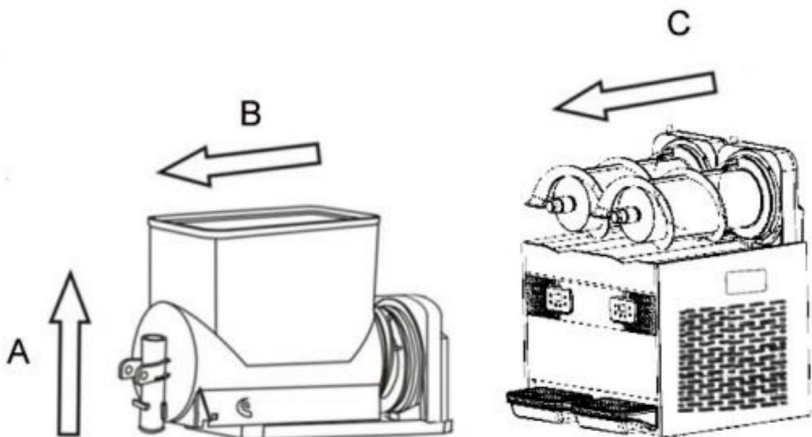

Fig. 10
2. Ta ut omröraren och omrörarens försegling. Se fig.10.